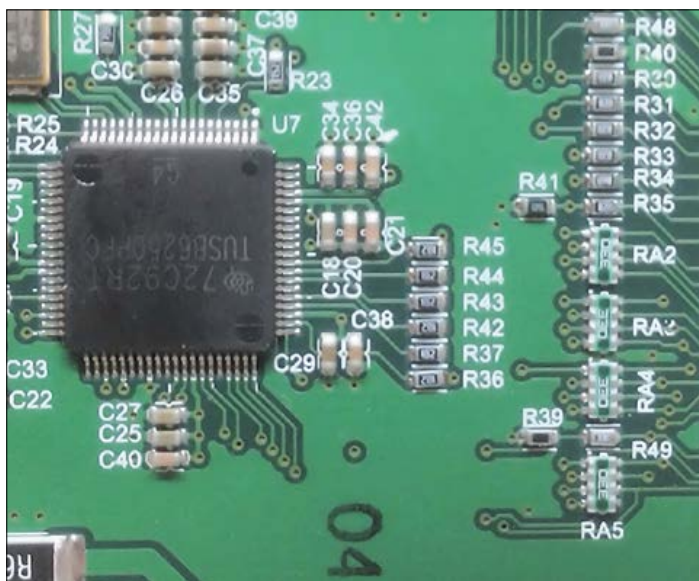

Figure 1. Exemple de plan.
**R** Un plan est une grande surface de cuivre sur un circuit imprimé, utilisée pour réduire le bruit électrique et faciliter le routage (**fig. 1**). Certaines cartes disposent de couches entières consacrées aux plans tandis que d'autres se contentent d'étendues de cuivre juste assez grandes pour la tâche à accomplir. Les plans doivent être reliés à un potentiel de référence comme la masse (GND) ou un rail d'alimentation pour produire l'effet désiré.
La quasi-totalité des programmes de conception de circuits imprimés permet d'associer un signal à une couche de plan. Certains permettent la création de plans mixtes au sein desquels on peut router des pistes de signal ; le logiciel remplit alors tous les espaces inutilisés avec le plan. La carte de la **figure 1** utilise des zones de cuivres qui permettent une plus grande flexibilité en mélangeant plusieurs plans et pistes sur la même couche. C'est très utile lorsque l'on a besoin de plusieurs plans